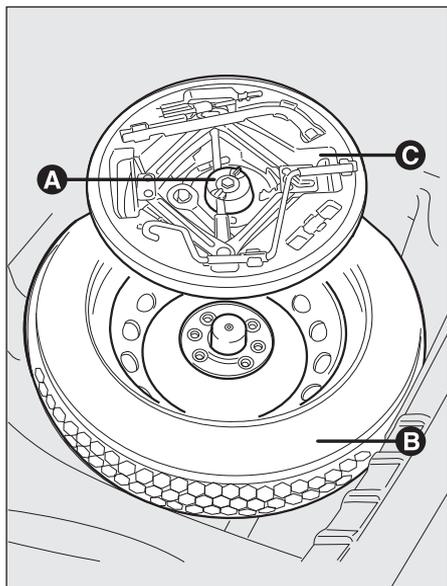

fig. 151
- dévisser le dispositif de blocage A-fig. 151 ;
- prélever la boîte à outils C-fig. 151 et la porter près de la roue à remplacer ;
- prélever la roue de secours B-fig. 151 ;